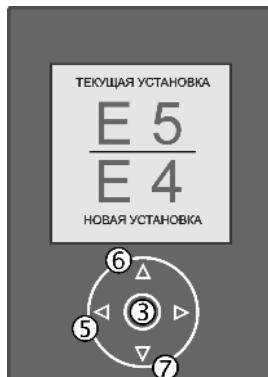

Fig. 36
- Сокращение времени подачи воды: нажмите кнопку вверх Fig. 36 (6).
- Увеличение времени подачи воды: нажмите кнопку вниз Fig. 36 (7).